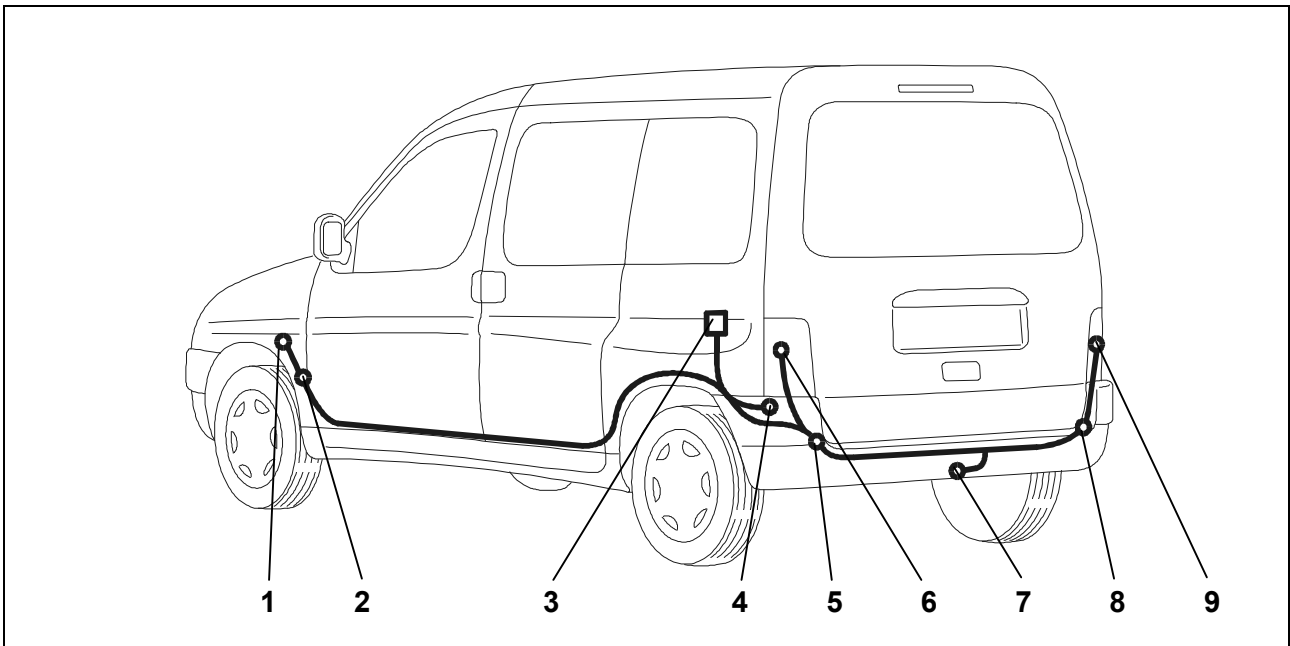

Abb. 1: Einbauübersicht
- Vom Kofferraum durch die Kabel-Durchführung (Abb. 1/5) unterhalb des linken Rückleuchtenfensters nach außen
- Dann bis zum Steckdosenhalteblech (Abb. 1/7)
5. Die Gummitülle in die Kabel-Durchführung (Abb. 1/5) einsetzen.
6. Das Leitungsende mit dem 4/2-poligen Stecker weiter entlang des Querrohres durch die Kabel-Durchführung (Abb. 1/8) unterhalb des rechten Rückleuchtenfenster in den Kofferraum verlegen.
7. Die Gummitülle in die Kabel-Durchführung (Abb. 1/8) einsetzen.
10. Den Leitungsstrang gemäß der *Steckdosenbelegung* am Steckdosengehäuse (Abb. 1/7) anschließen und die Gummidichtung an die Steckdose heranschieben.
11. Die Steckdose mit den beiliegenden Schrauben und Muttern am Halteblech (Abb. 1/7) festschrauben.
13. Den Stecker von der rechten und linken Rückleuchte (Abb. 1/6+9) abziehen und mit dem passenden Gegenstücken des Leitungsstranges verbinden. Stecker müssen einrasten. Die verbleibenden Stecker wieder an den Rückleuchten anbringen.
15. Das Anhängermodul (Abb. 1/3) mit Klettband in der linken Ecke des Kofferraums befestigen.
16. Die braune und braun/weiße Leitung mit der Ringöse an dem fahrzeugseitigen Massepunkt (Abb. 1/4) anschließen.